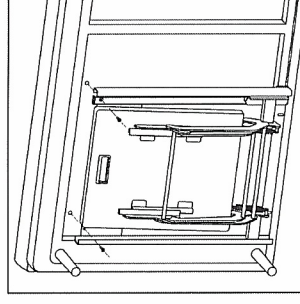

Fig. 1
- C) Positionnez le repose-pied (Fig. 1) et vissez les deux vis M6 jointées à travers les deux trous de la tôle transversale avant du repose-pied et dans les deux taraudages du cadre avant du châssis du canapé (Fig. 2a / Fig. 2b). Ne serrez pas encore les vis.